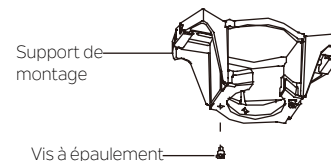

Fig. 6
**Étape 2** : Retirez l'une des deux vis à épaulement du support de montage et conservez-la pour une utilisation ultérieure. Desserrez la deuxième vis à épaulement sans la retirer complètement. (Fig. 6)